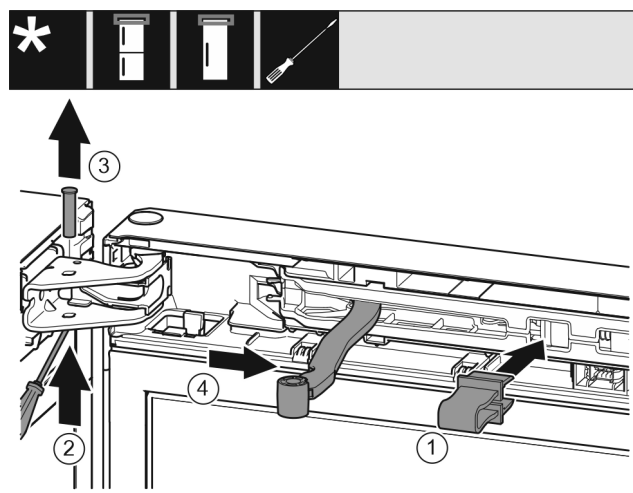

Fig. 12
- Sicherung Fig. 12 (1) in Öffnung einrasten.
- Bolzen Fig. 12 (2) herauschieben.
- Bolzen Fig. 12 (3) nach oben herausnehmen.
- Gelenk Fig. 12 (4) in Richtung Tür drehen.